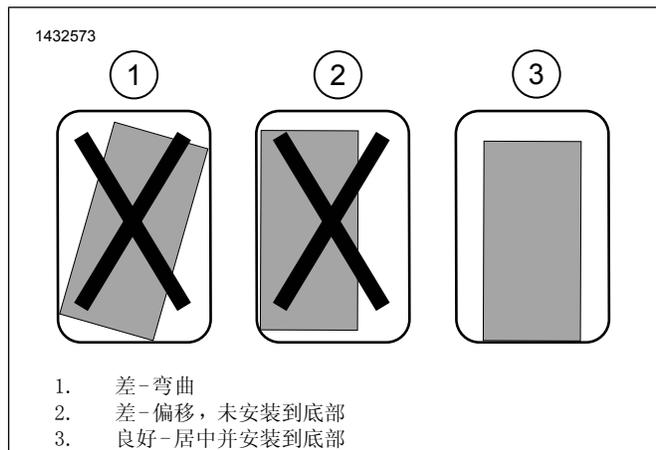

图4。安装架安装
- a. 参见图4。测试安装架组件是否合适。安装必须笔直、居中且尽可能靠近边箱的底部。
- c. 参见图4。测试最终位置是否合适，确保安装必须笔直、居中且尽可能靠近边箱的底部。